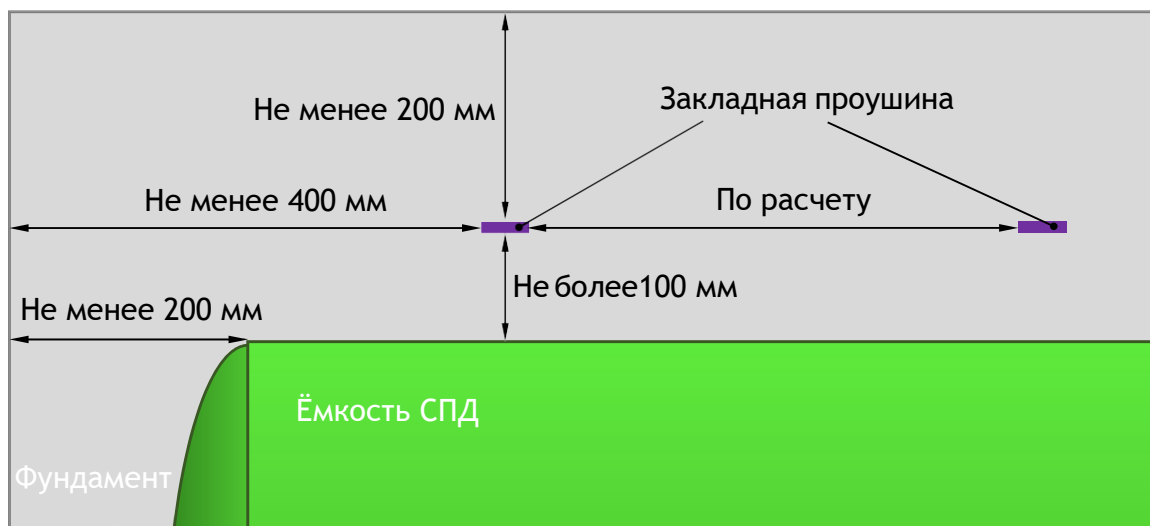

Рис. 10. Закладка проушин на фундаментной плите (вид сверху)
- для горизонтальных СПД выполнить закладку в фундаментную плиту деталей (проушин) для крепления стяжных ремней (см. рис. 10).